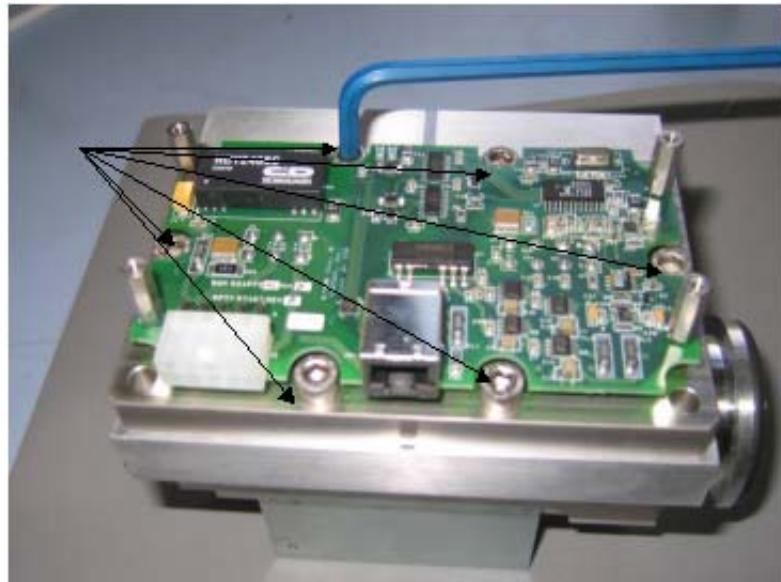

图 B-62 谱仪头部总成螺丝
7. 使用 M5 通用扳手，卸下六颗固定谱仪头部总成的螺丝（图 B-62）。